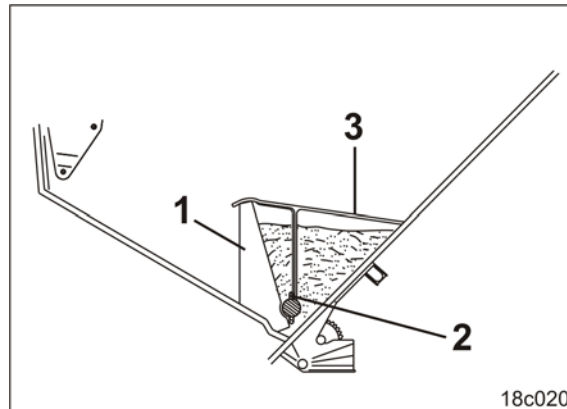
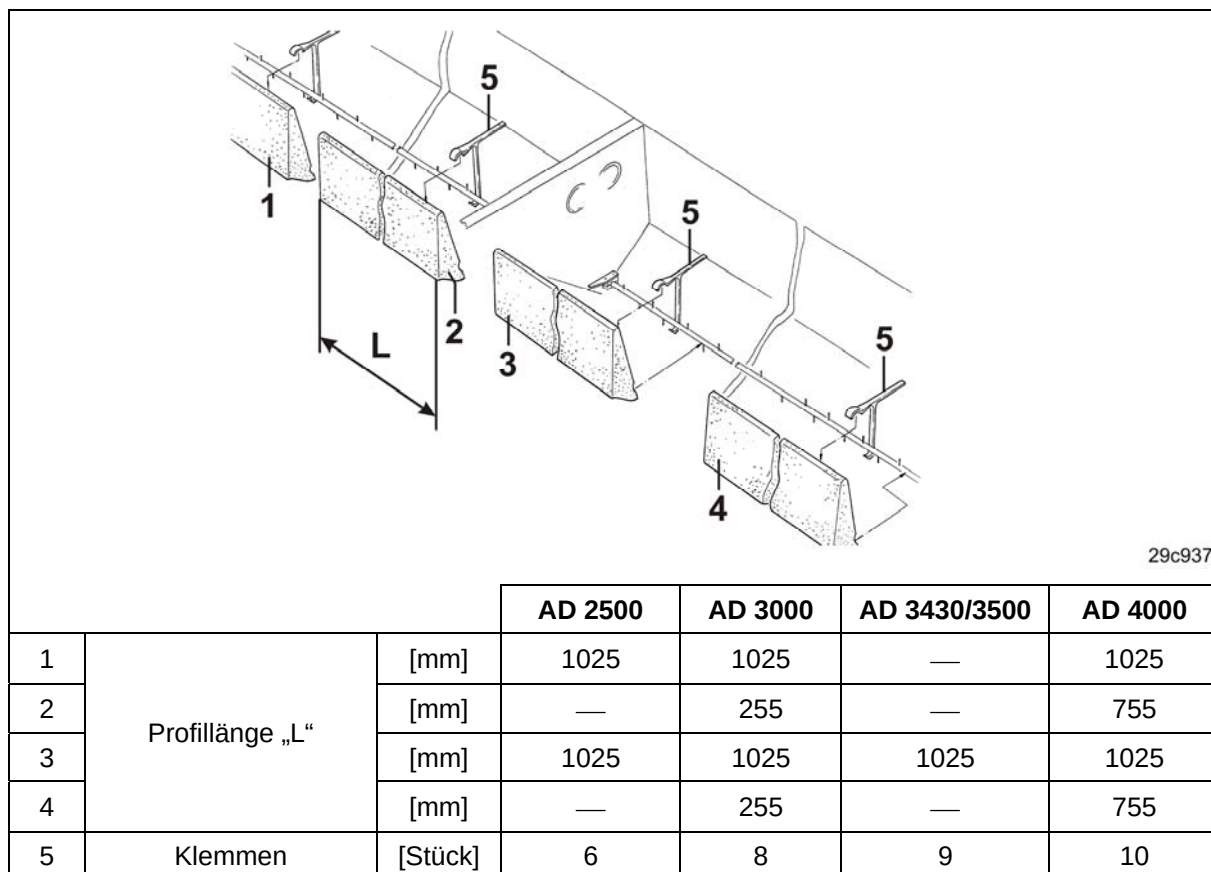

Fig. 127
Fig. 128
2. Die Rührstifte (Fig. 127/2) der Rührwelle senkrecht stellen.
3. Die Rapseinsatzprofile (Fig. 127/1) mit Klemmen (Fig. 127/3) im Saatkasten befestigen [siehe Montagezeichnung (Fig. 128)].